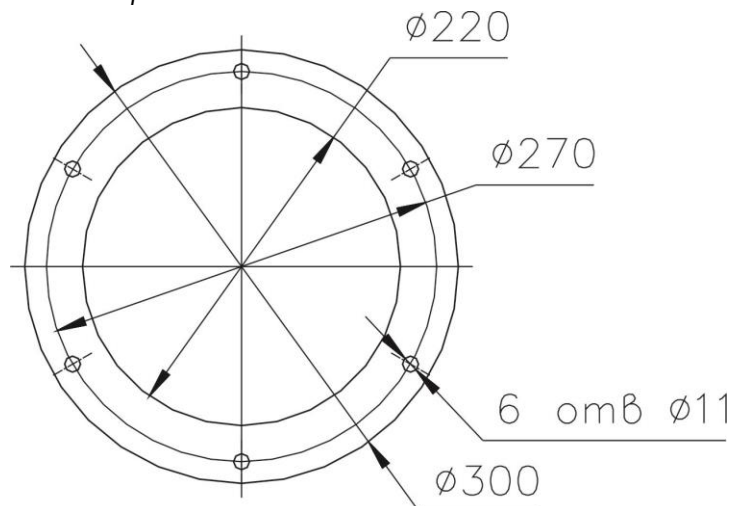
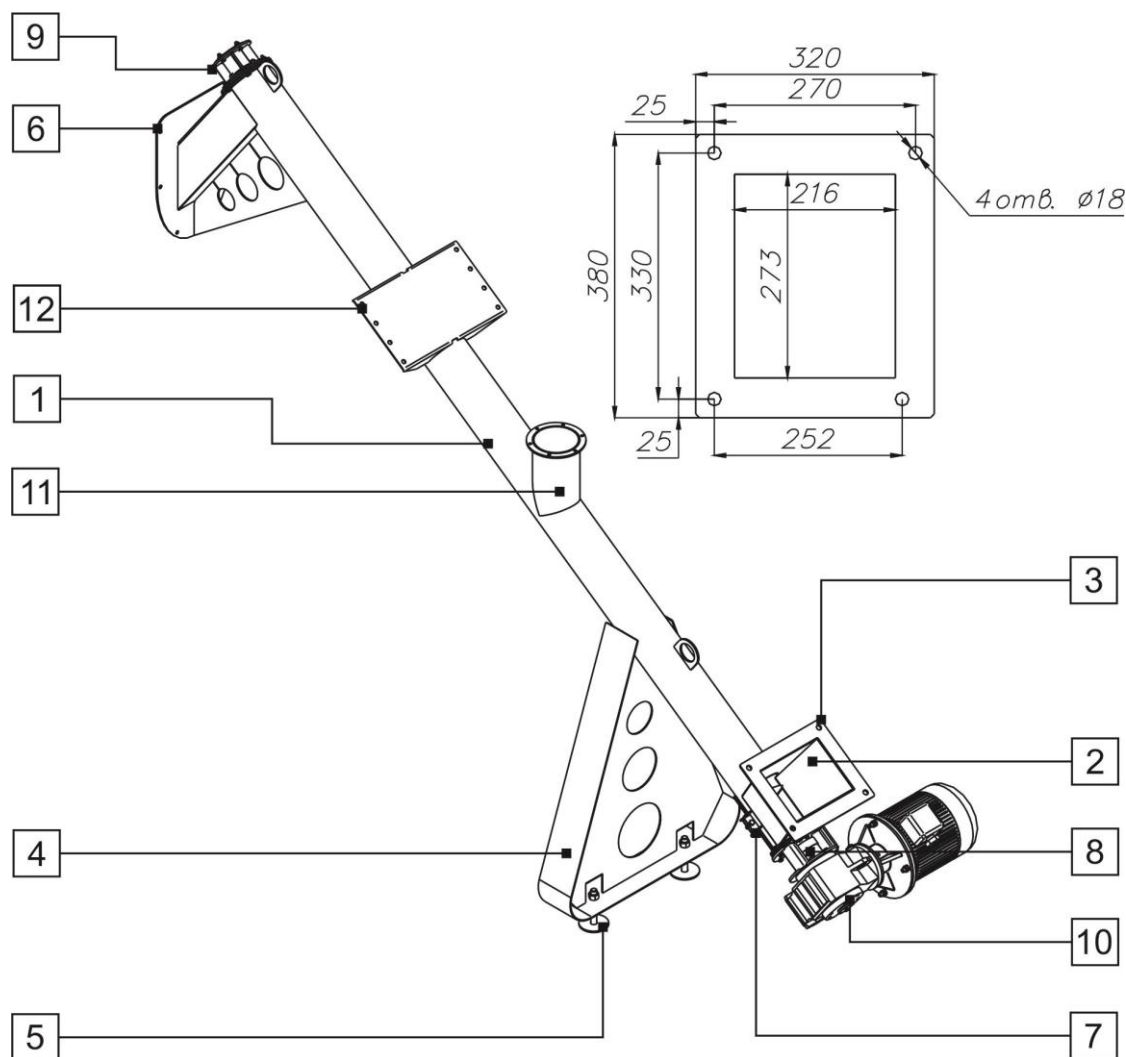

Рис.12
Рис.13
оснащен фланцем (Рис.12), служащим для присоединения к шлюзовому затвору транспортирующего механизма, например, винтового конвейера.
Винтовой конвейер-питатель (Рис.13) состоит из: корпуса (1), внутри которого находится подающий шнек, загрузочного патрубка (2) с фланцем (3), рамки (4) с регулирующими опорами (5), разгрузочного патрубка с присоединительным фланцем (6), лючка (7) очистки корпуса, подшипниковой опоры приводной (8) и консольной (9), мотор-редуктора (10). В верхней части корпуса (1) расположен патрубок (11), служащий для установки шлюзового затвора пыли (только для модификации «МТК 3050 М-23»). Присоединительные размеры фланца патрубка (11) аналогичны приведенным на Рис.12. Также на корпусе (1) имеется площадка (12), предназначенная для установки фильтровального агрегата (только для модификации «МТК 3050 М-23»).